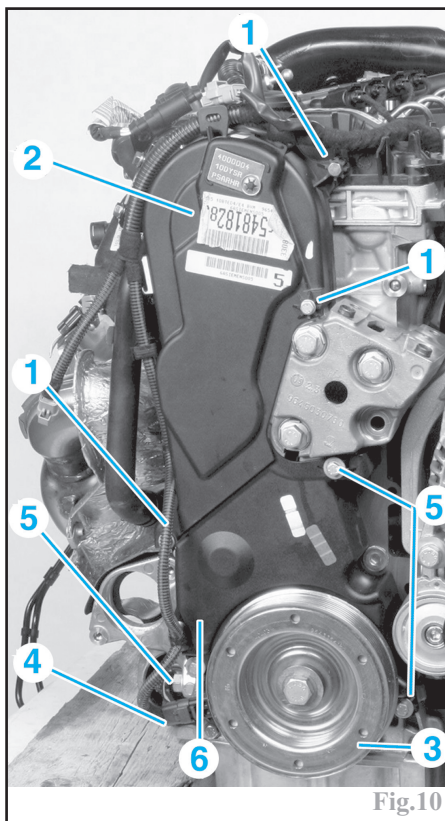
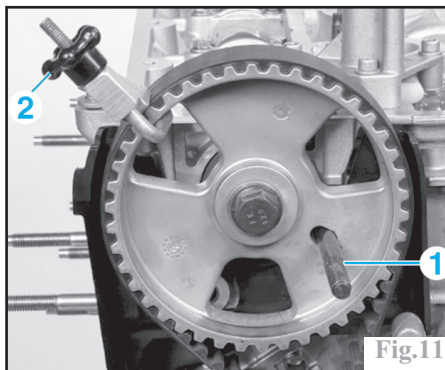
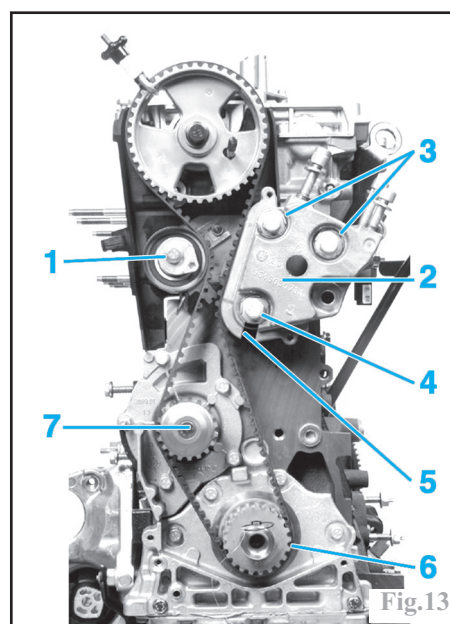
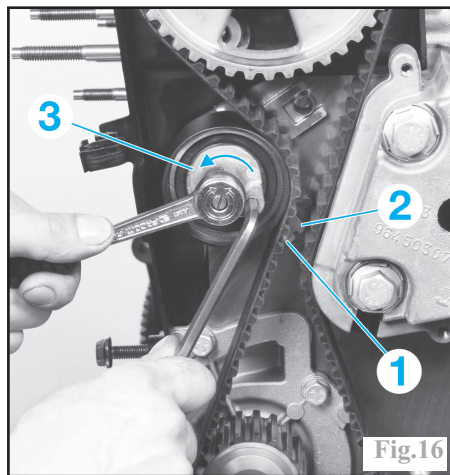

Fig.10
Fig.11
Fig.13
Fig.16
- les 3 vis (1) du carter supérieur de distribution (Fig.10).
- le carter supérieur de distribution (2).
Piger l'arbre à cames à l'aide de l'outil (1) (ref. Ford 303-735. Ø de la pige : 8 mm) (Fig.11).
- la poulie de vilebrequin (3) (fig.10).
- le capteur de position du vilebrequin (4).
- les vis (5) du carter inférieur de distribution.
- le carter inférieur de distribution (6).
Placer la courroie de distribution sur la roue dentée d'arbre à cames. Maintenir la courroie en place sur la roue dentée à l'aide d'un outil adapté (2) (Fig.11).
Dévisser le galet tendeur (1) (Fig.13). À l'aide d'un cric d'atelier, réaliser un montage en soutien du moteur.
Placer la courroie de distribution sur le galet enrouleur (5) (Fig.13) puis sur la roue dentée de vilebrequin (6), sur la pompe à eau (7) et le galet tendeur (1). Poser et serrer la patte du support moteur (2). Déposer les outils de maintien (2) (Fig.11) de la courroie de distribution et l'outil de centrage de la roue dentée de vilebrequin (Fig.15). Placer l'index (1) sous le repère (2) en tournant le galet tendeur (3) dans le sens inverse horaire (Fig.16) et serrer la vis du galet tendeur. Bloquer le volant moteur à l'aide d'un outil adapté (outil Ford 303-393 et 303-393-01). Remonter la poulie des accessoires sur le vilebrequin et serrer la vis. Déposer les outils de calage de la courroie de distribution.